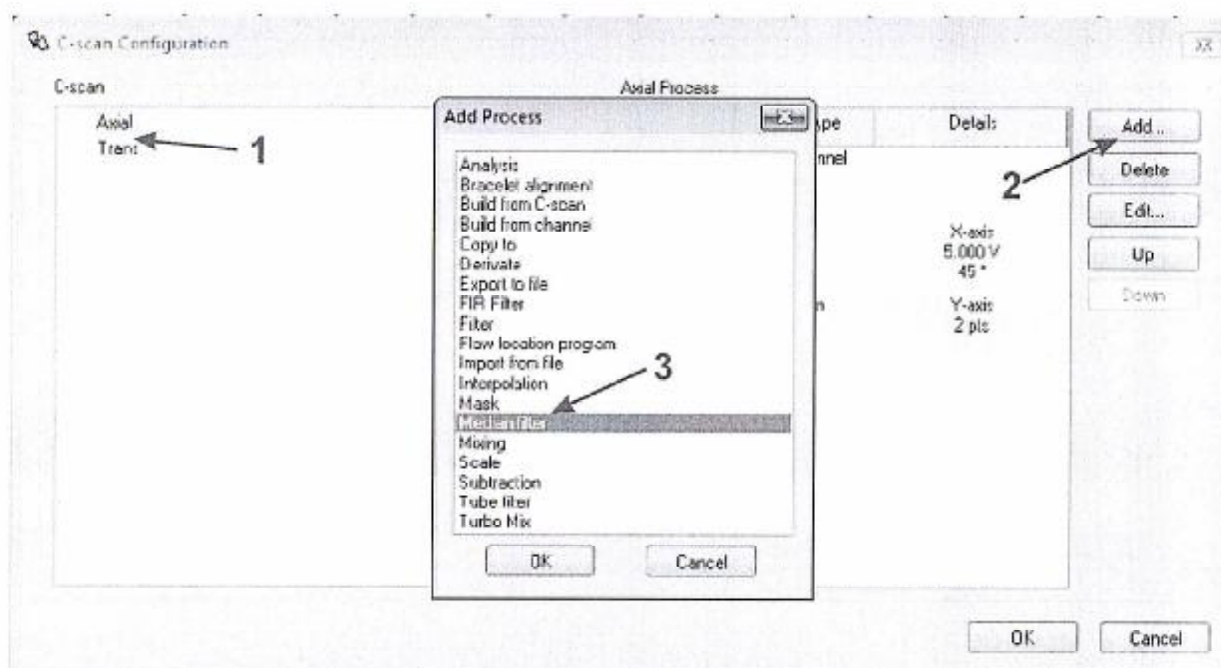

Рисунок 19
8.7.10.7 Сгладить шумы на виде «C-scan», настройкой «Median filter». Произвести в окне «C-scan Configuration» комбинацию последовательно кликнув на кнопки 1-2-3 (рисунок 19).